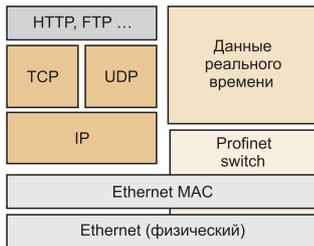

Рис. 5
PROFINET V2 (RT) обеспечивает два механизма связи через Ethernet: для передачи некритичных ко времени данных используется TCP/IP/UDP, а РВ обеспечивается на втором канале специальным протоколом (рис. 5). Этот протокол РВ "перепрыгивает" через уровни 3 и 4 (TCP/IP/UDP), преобразуя длину передаваемых данных для достижения детерминированности. Кроме этого, для оптимизации связи всем посылкам данных в PROFINET присваиваются приоритеты согласно IEEE 802.1p. Для связи в масштабе РВ данные должны иметь высший (седьмой) приоритет.